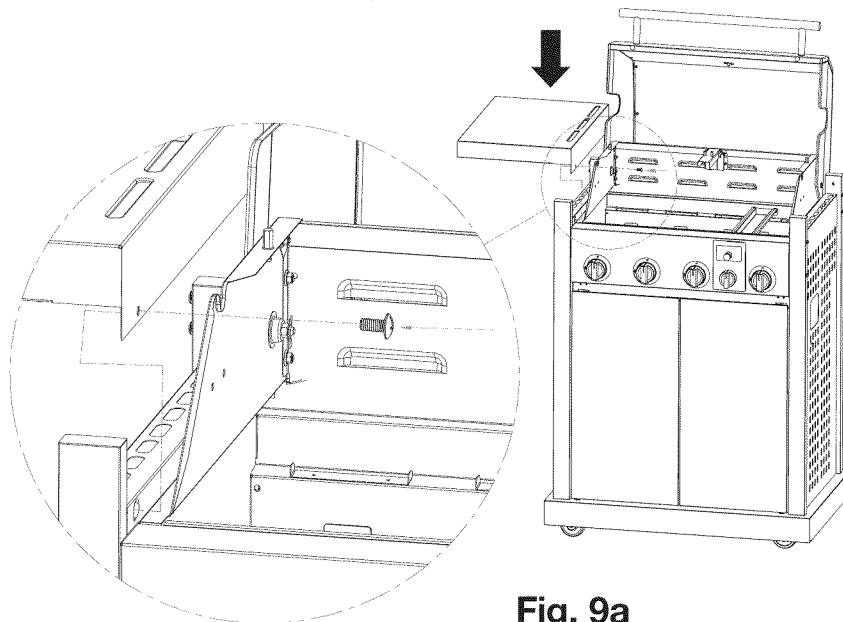

Fig. 9a
1. Cuelgue el estante de las patas frontales izquierdas y traseras izquierdas como puede verse en la **Fig. 9a**.
- Abra la tapa, sujete el estante izquierdo al panel lateral izquierdo de adentro hacia afuera de la cámara de combustión con un (1) tornillo M6 x 13 (acero inoxidable) como se indica en la **Fig. 9a**.